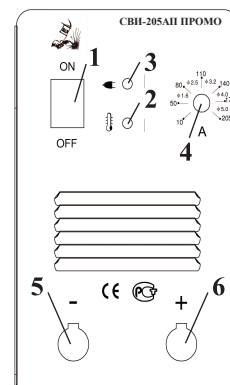

рис. 1
Общий вид инвертора схематично представлен на рис. 1:
6.4.1 Сварочный кабель с электрододержателем подключается к быстрозажимной клемме «плюс» **6** (рис. 1), за исключением случая использования кислотных электродов. В любом случае, сначала ознакомьтесь с инструкцией на упаковке электродов.
6.4.2 Кабель массы подключается к быстрозажимной клемме «минус» **5** (рис. 1) и подключается к рабочей поверхности, как можно ближе к месту сварки.